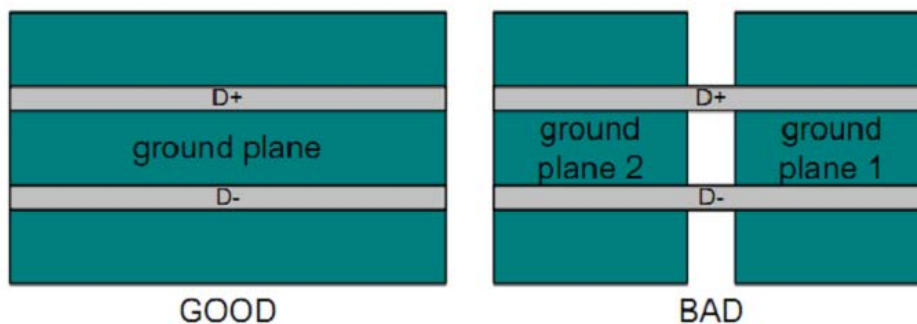

图 4-27 USB 走线参考平面要求
- 为抑制电磁辐射，USB建议在内层走线，并保证走线参考面是一个连续完整的参考面，不被分割，否则会造成差分线阻抗的不连续性并增加外部噪声对差分线的影响，如图4-27；